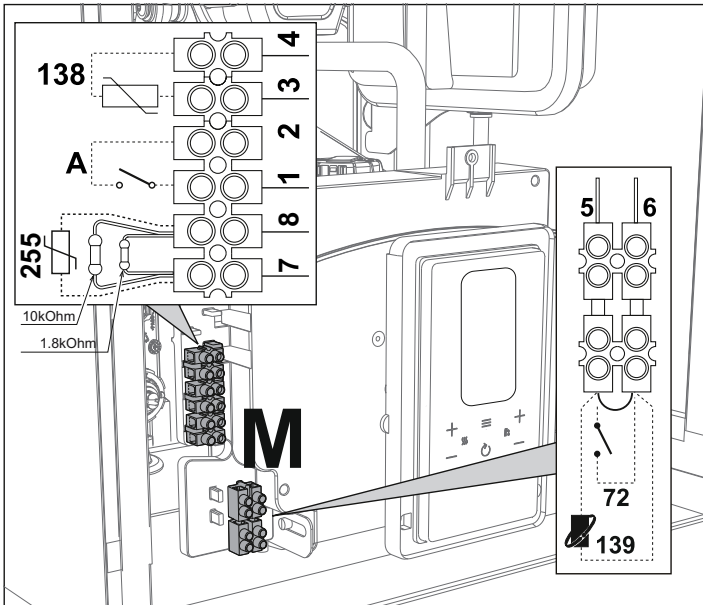
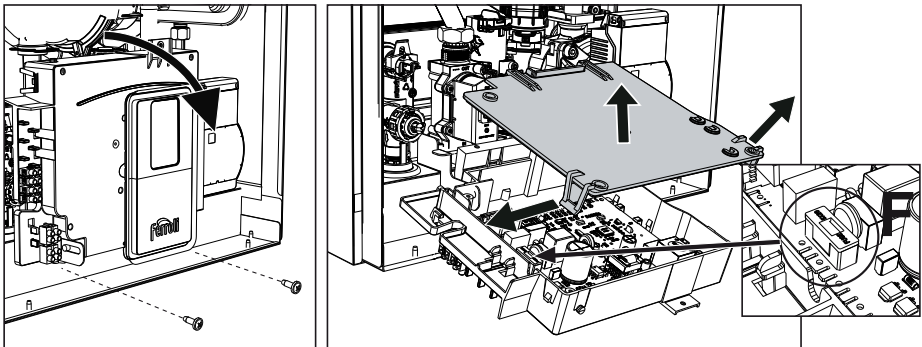

fig. 29
fig. 30
După ce ați scos panoul frontal ("Deschiderea panoului frontal" on page 161) veți putea avea acces la panourile de borne (M) și la siguranța fuzibilă (F) urmând indicațiile descrise în continuare (fig. 29 și fig. 30). **Bornele indicate în fig. 29 trebuie să aibă contactele curate (nu 230 V).** Dispunerea bornelor pentru diferitele conexiuni este indicată și în diagrama electrică din fig. 66.
Configurarea întrerupătorului ON/OFF (A fig. 29)